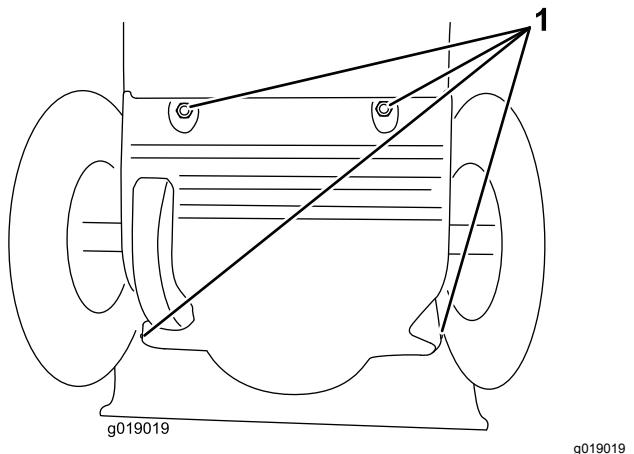

Figure 43
1. Déposez le couvercle arrière (Figure 43).